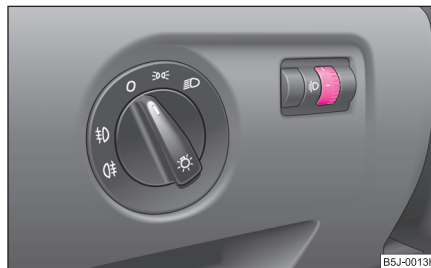

Fig. 36 Tabloul de bord:
- Rotiți regulatorul rotativ ⇒ fig. 36, până când lumina de întâlnire este reglată astfel încât să nu îi orbească pe participanții la trafic.